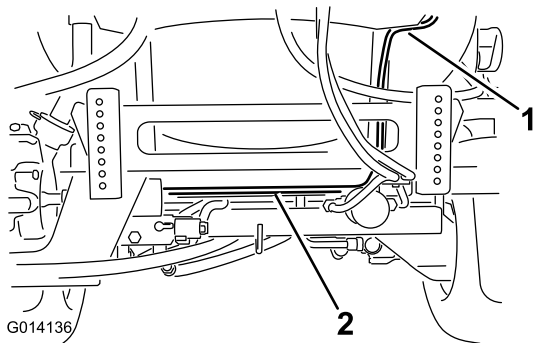

Figure 14
1. Localisez le faisceau électrique sortant du boîtier de commande du dévidoir. Faites passer le côté le plus long du faisceau, avec les bornes en anneau et un connecteur à fusible au travers du patin de cuve et du bâti du véhicule, derrière le support d'actionneur de rampe (Figure 14). Utilisez un serre-câble en plastique pour fixer le faisceau de câblage au bâti.